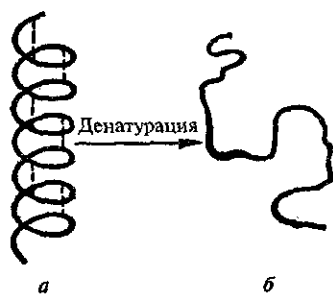

Рис. 18.1. Дезориентация конфигурации белковой молекулы при денатурации:
**Вторичная структура белка** — форма полипептидной цепи в пространстве. С помощью рентгеноструктурного анализа и других физических методов исследования установлено, что полипептидные цепи природных белков находятся в скрученном состоянии — в виде спирали. Спиральная структура удерживается водородными связями, возникающими между группами CO и NH аминокислотных остатков соседних витков спирали (на рис. 18.1, а обозначены пунктиром). Подобная вторичная структура получила название  $\alpha$ -спирали (рис. 18.1, а). Водородные связи в ней направлены параллельно длинной оси спирали ( $\alpha$ -спирали чередуются с аморфными частями). Ныне такое представление является общепризнанным. Вытянутые полипептидные цепи имеет лишь небольшое число белков, например белок натурального шелка — фиброин, вязкая сиропообразная жидкость, затвердевающая на воздухе в прочную нерастворимую нить.
Некоторые факторы разрушают вторичную и третичную структуры белков — происходит так называемая *денатурация белка*. Сущность денатурации белка сводится к разрушению связей, обуславливающих вторичную и третичную структуры молекулы (водородных, солевых и других мостиков). А это приводит к дезориентации конфигурации белковой молекулы (рис. 18.1, б). Реаген-